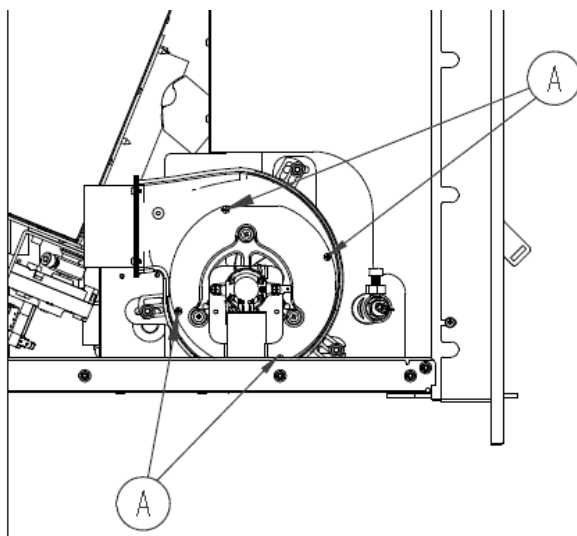

Figura 50 – Verificação dos parafusos PH2
- De seguida e com recurso a uma chave de Philips PH2 remova a tampa da carcaça do extrator removendo os parafusos (Figura 50) que sustentam a mesma (cuidado para não ferir a junta de vedação – CO1206020000003 Junta para Extrator VFC1-120) e aspire toda a caixa do extrator, hélices e paredes da caixa.